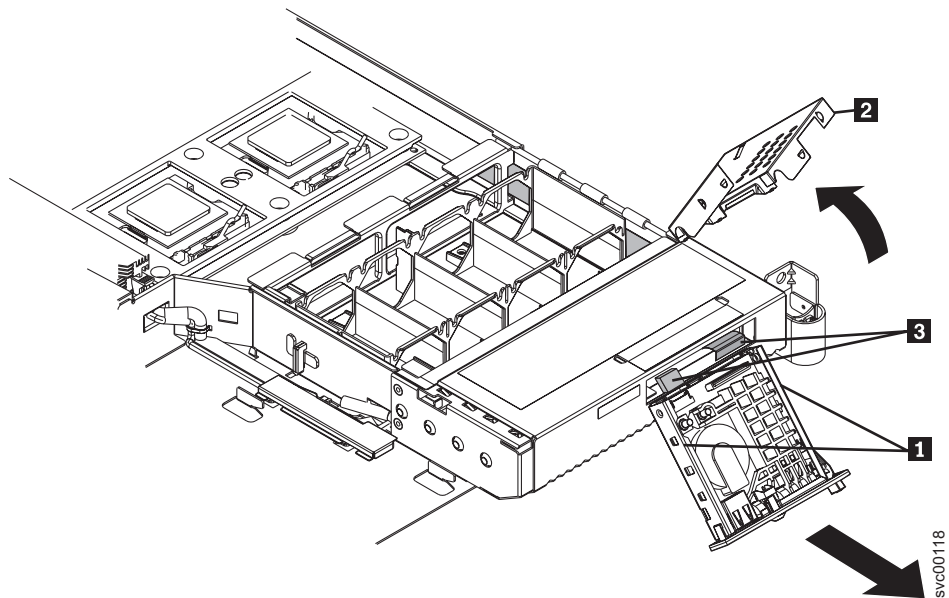

図 159. オペレーター情報パネル が見える SAN ボリューム・コントローラー 2145-8F2
6. 小さなねじ回しを使用して、オペレーター情報パネル アセンブリーの側面にある保持スプリング (図 159 の **1**) を押し込みます。
9. アセンブリー・カバー（192 ページの図 159 の **2**）を上回転して、オペレーター情報パネル アセンブリーから外します。
10. アセンブリーの後部から 2 本のケーブル（192 ページの図 159 の **3**）のプラグを抜きます。